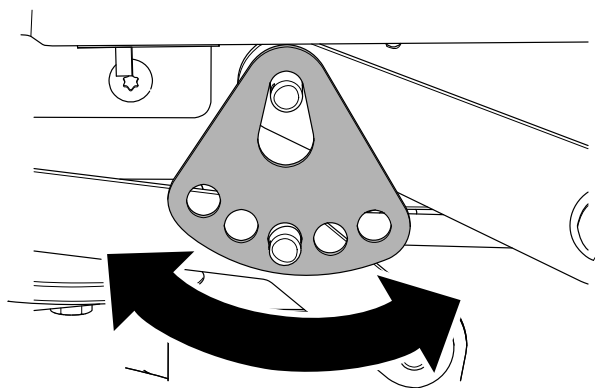

Bild 72
7. Drehen Sie die Schnitthöhenplatte in ein anderes Loch, so dass sie das Gewicht des Mähwerks nach der Montage der Platte trägt (Bild 72).
8. Montieren Sie die Unterlegscheibe und den Splint (Bild 72).